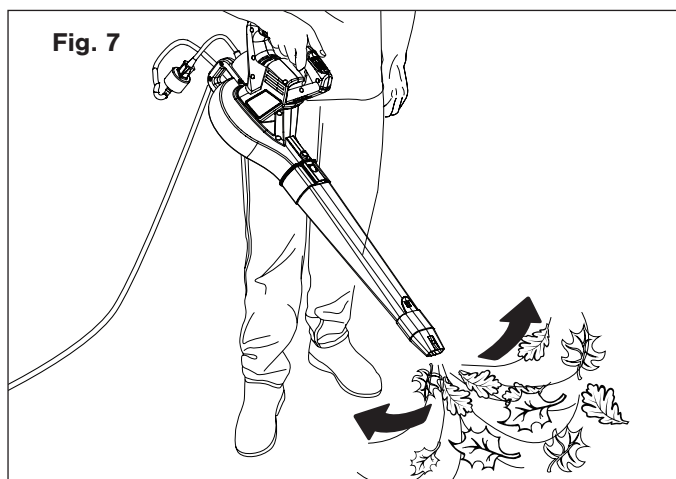

Fig. 7
- Sujete la sopladora firmemente con su mano dominante en el mango de la unidad. Barra lateralmente con la boquilla varias pulgadas por encima del suelo o piso (Fig. 7).